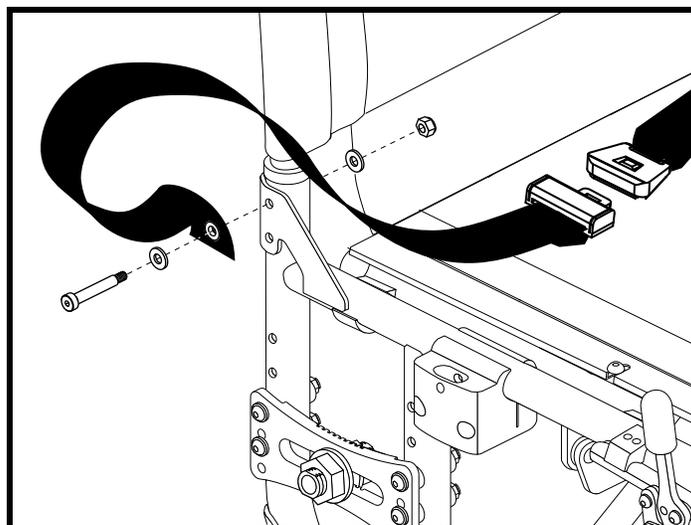

Figure 42. Installation du ceinture de positionnement
Votre fauteuil roulant peut être équipé d'une ceinture de positionnement réglable pour votre confort. Voir la figure 42. Cette ceinture est conçue pour prévenir le glissement vers l'avant ou vers le bas de la personne qui est assise sur le fauteuil. Elle ne peut être utilisée comme ceinture de sécurité dans un véhicule routier motorisé.
1. Retirez les vis sur les cannes gauche et droit du dossier. Voir la figure 42.
2. Insérez les vis retirées dans de la ceinture et au travers du canne à dossier sur chaque côté du fauteuil. Voir la figure 42.